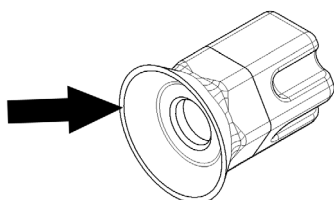

figure 20
**2 Tous les mois** : vérifier l'usure de la garniture du joint hexagonal. S'il est usé, remplacer le joint par une pièce de rechange d'origine fournie par le fabricant (voir figure 20).